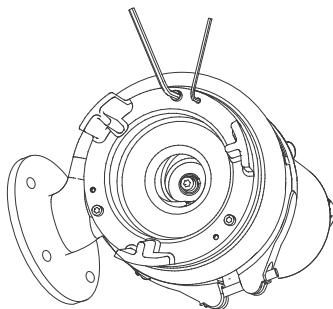

Fig. 12 Pumpe set fra tilgangssiden
d) Løberspalten er ikke korrekt.	Justér løberen igen. Se afsnit <a href="#">10.2 Justering af løberspalte</a> , fig. 12.